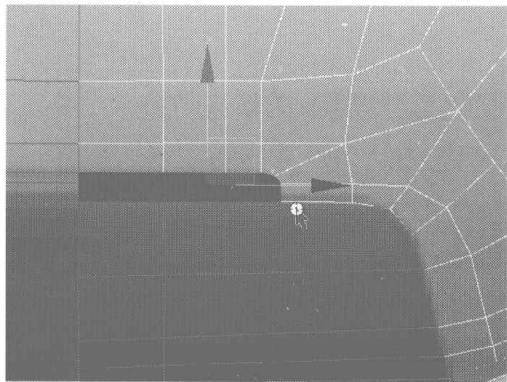
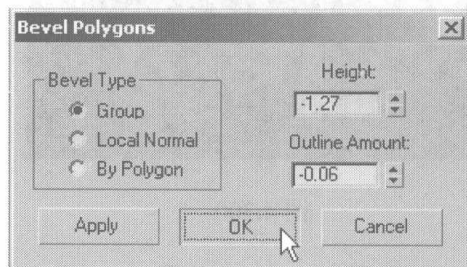

图 4.294
图 4.295
- 04** 选择如图 4.294 所示的面，在 Edit Polygons 卷展栏中单击 **Bevel** 右侧的小按钮，在弹出的对话框中设置面倒角参数，如图 4.295 所示。